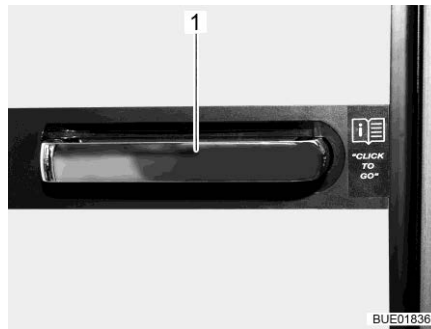

Fig. 246 Poignée de la porte du réfrigérateur
**Dometic Série 9** Le réfrigérateur s'ouvre et se ferme avec la poignée (Fig. 246,1) de la porte.